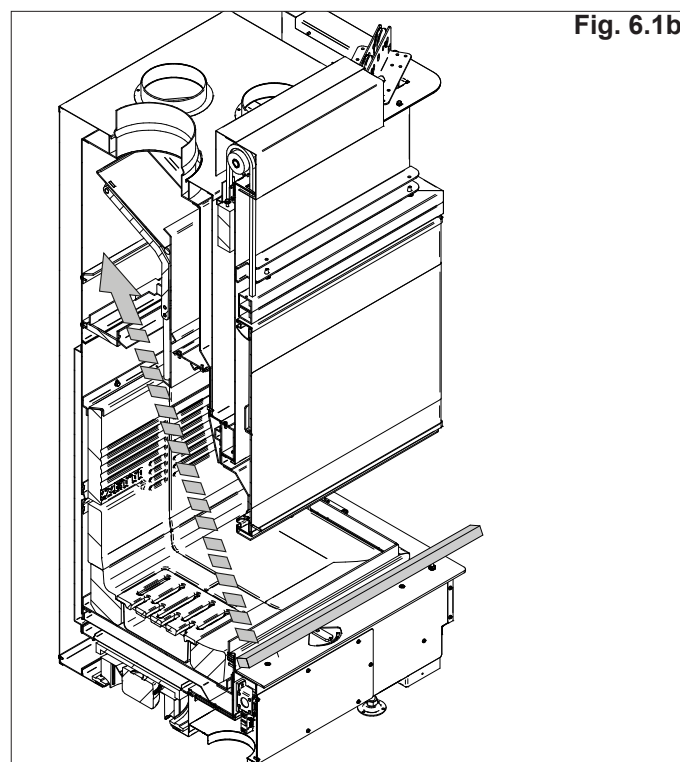
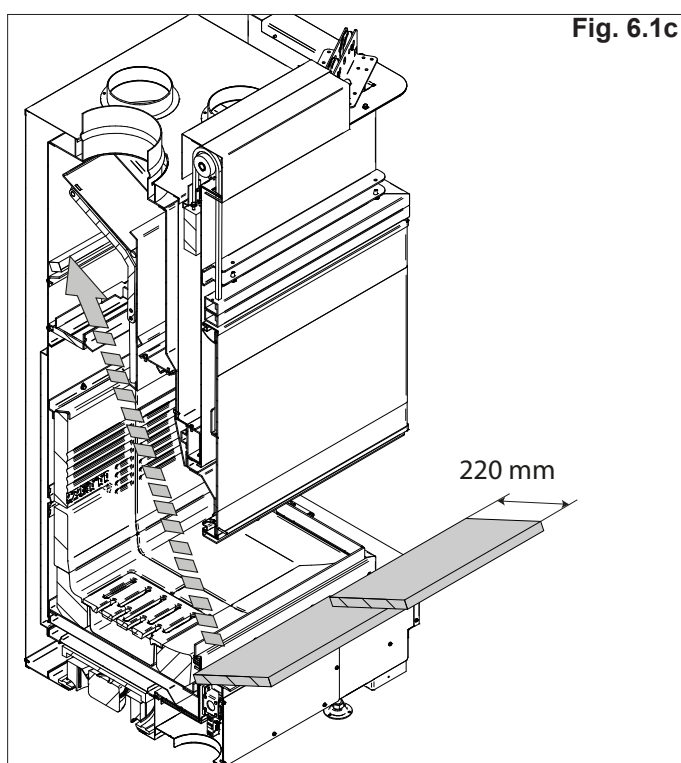

Fig. 6.1b
Fig. 6.1c
3. Inserire in sequenza il distanziale, i deflettori e O₂RING come da schema (**Fig. 6.1b - Fig. 6.1c - Fig. 6.1d**).